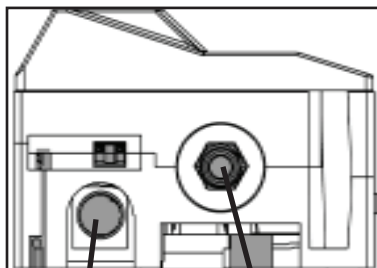

Bild 6
- Das DN 50 Ablaufrohr des Gerätes (siehe Untenansicht Bild 6.) über eine freie Fallstrecke von mindestens 50 mm und einem nachgeschalteten DN70-Trichter in Kanal oder Hebeanlage einleiten.